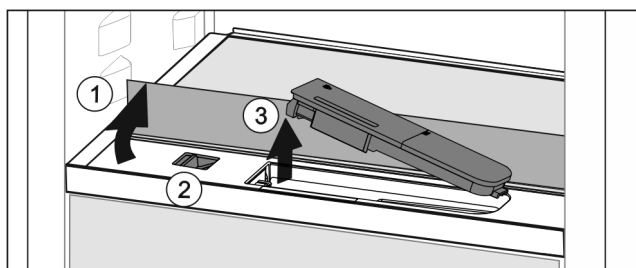

Fig. 45
- ▶ Поднять стеклянную панель и откинуть до упора назад Fig. 45 (1).
- ▶ Сдвиньте ползунок Fig. 45 (2) влево.
- ▶ Вынуть бак для воды Fig. 45 (3).